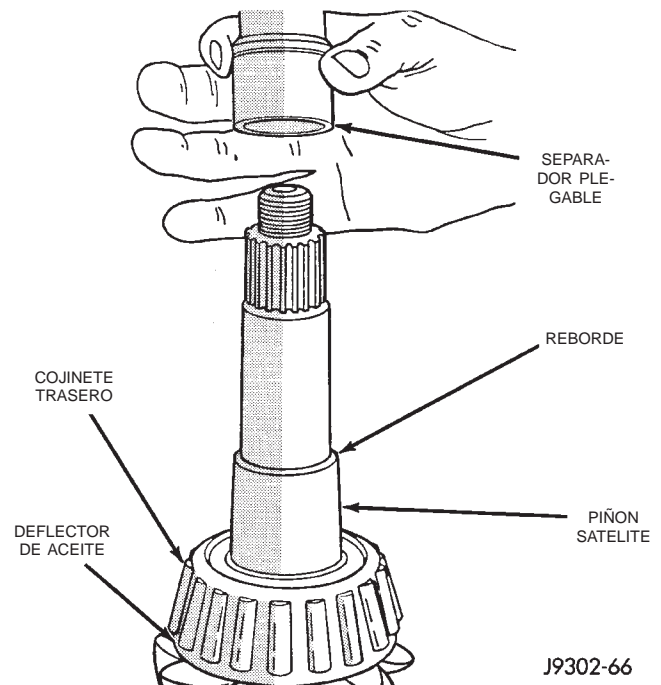
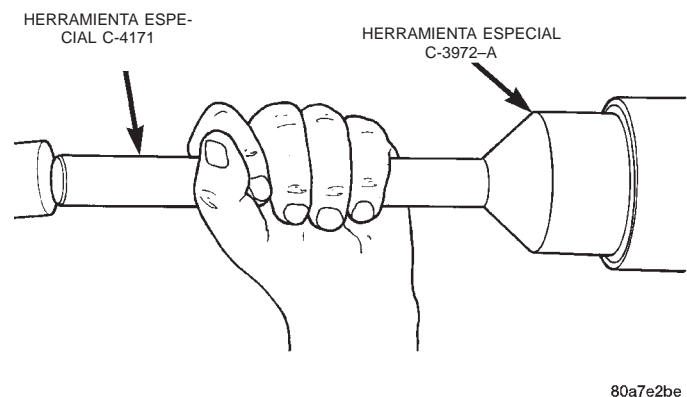

Fig. 16 Separador plegable de ajuste previo
Fig. 17 Instalación de la junta del piñón
(1) Coloque un nuevo separador plegable de ajuste previo en el eje del piñón (Fig. 16).
(2) Si se retiró el piñón satélite, instálelo en la caja.
(3) Instale el cojinete delantero del piñón, según sea necesario.
(4) Aplique una capa delgada de lubricante para engranajes en el borde de la junta del piñón. Instale la junta con el instalador D-3972-A y el mango C-4171 (Fig. 17), según sea necesario.
(5) Instale la pestaña gemela del piñón con el instalador W-162-D, la cubeta 8109 y la herramienta de sujeción 6958.